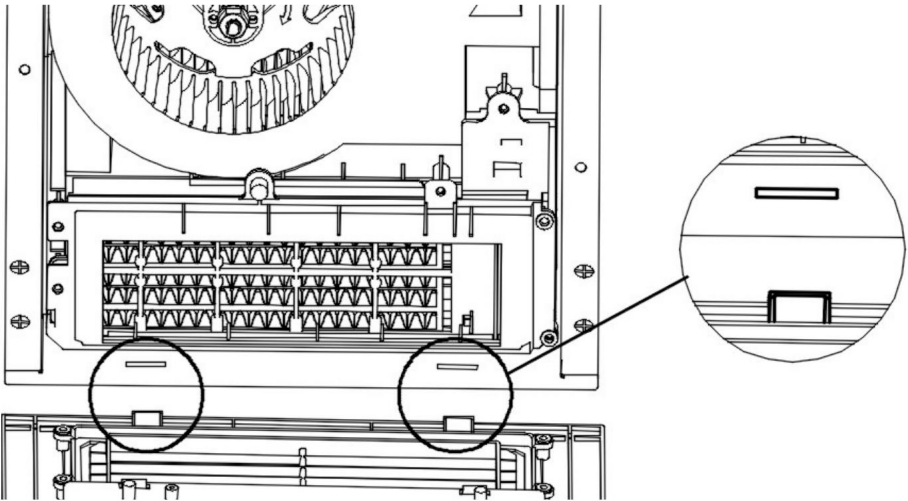

Abb.8.
9. Richten Sie die beiden Clips des Gitters an den Schlitzen am Lüftergehäuse aus und rasten Sie sie ein. (Siehe Abb. 8.)